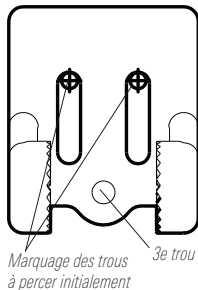

Figure 15
3. Continuez à maintenir le support sur le tableau arrière du bateau, puis servez-vous d'un crayon ou d'un marqueur pour marquer l'emplacement des deux trous de montage. Marquez les trous à percer près du haut de chaque fente, en vous assurant que la marque est centrée dans la fente. (Figure 15)